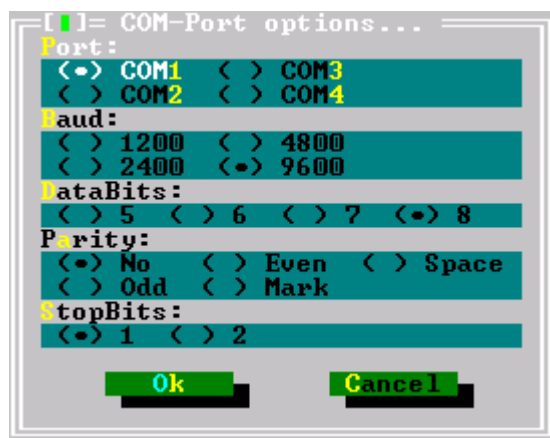

Рис.3. Диалоговое окно параметров соединения
5.3.4 Установите номер COM-порта, к которому подключен ваш БПИ. Для этого надо вызвать диалоговое окно "COM - Port options..." (рис.3) нажатием клавиши <F9> и в элементе управления "Port" выбрать требуемый порт. Параметры выбранные в элементах "Baud", "DataBits", "Parity" и "StopBits" должны остаться неизменными 9600, 8, No и 1 соответственно. И подтвердить изменения нажатием клавиши <Enter>.